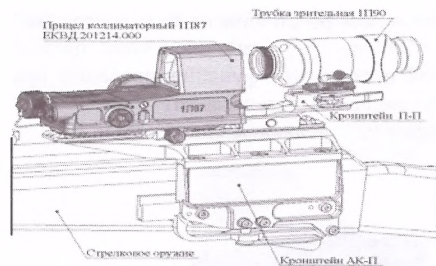

Рис.7 Прицел в комплекте с кронштейнами и трубкой зрительной
2.3.4 Прицел, входящий в комплект прицельных комплексов, кронштейном АК-П для работы с монокулярными ночными и может использоваться в комплекте с кронштейном П-П, кронштейном АК-П, установленными на кронштейне АК-П, и кронштейном П-П, установленными на кронштейне АК-П, (рис.7): установить кронштейн АК-П на оружие, как указано в п. 2.3.3; соединить кронштейн П-П и зрительную трубку и зафиксировать; установить кронштейн П-П и зрительную трубку на кронштейн АК-П и зафиксировать.